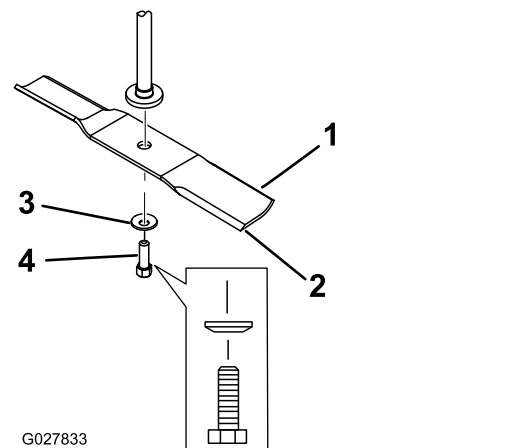

Figura 65
2. Retire del eje el perno de la cuchilla, la arandela curva y la cuchilla (Figura 65).
1. Instale la cuchilla en el eje (Figura 65).
2. Instale la arandela curva (con la copa hacia la cuchilla) y el perno de la cuchilla (Figura 65).